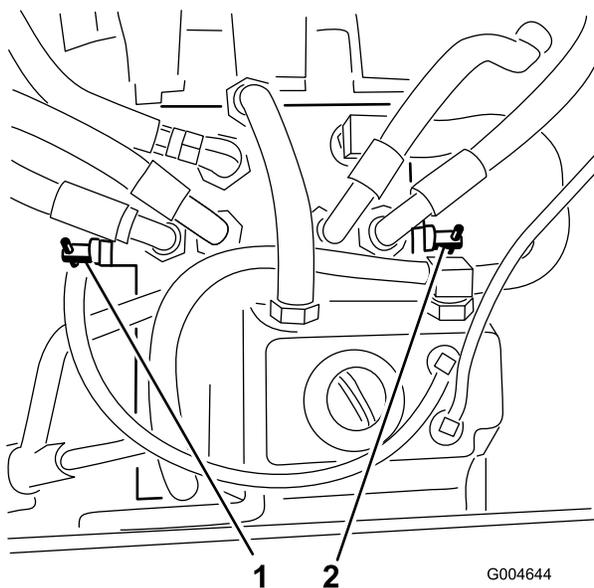

Figura 27
2. Localize as válvulas de derivação (Figura 27) e rode cada válvula no sentido contrário aos ponteiros do relógio uma volta.
4. Feche as válvulas rodando cada uma uma volta no sentido dos ponteiros do relógio (Figura 27).